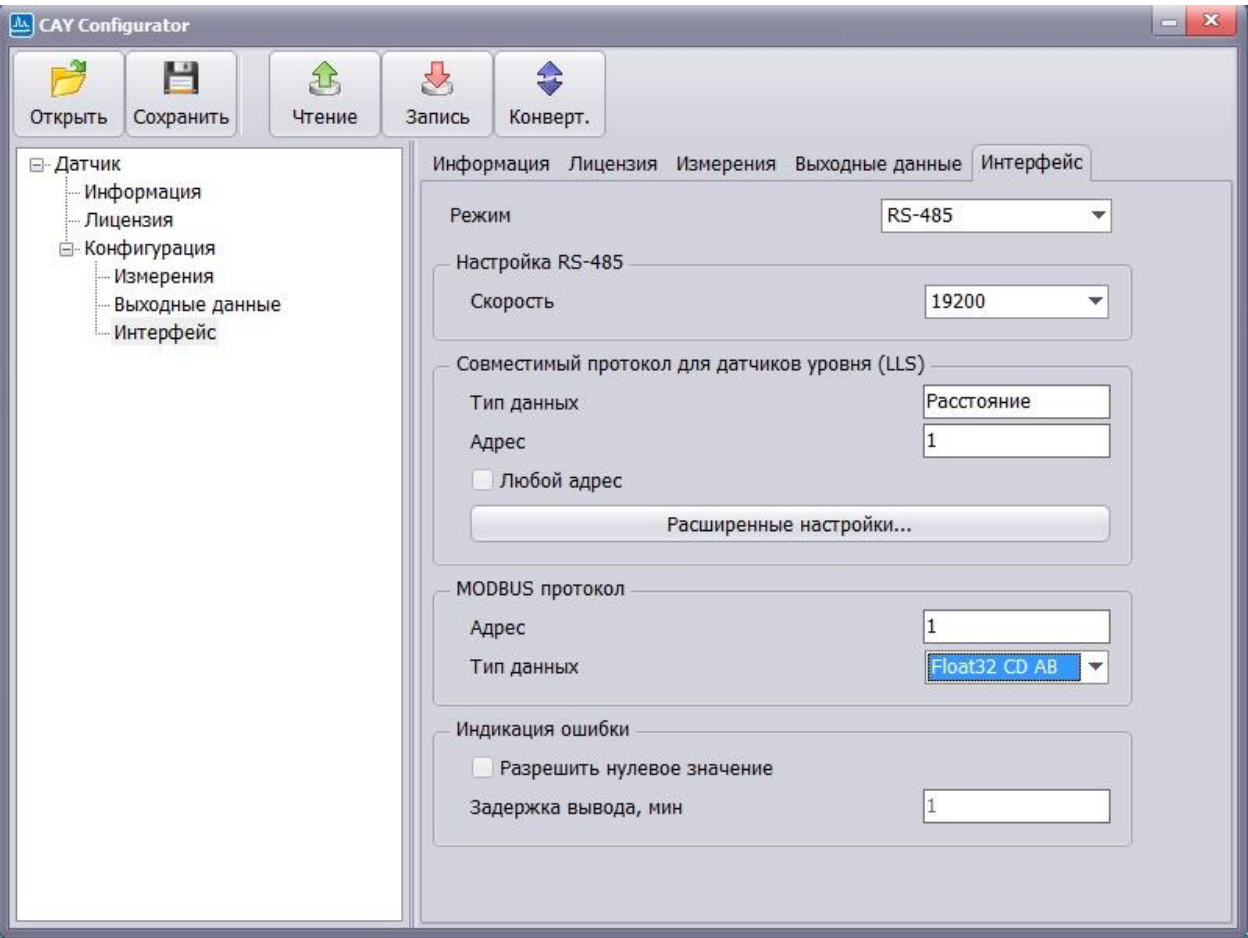

Рис. A2.9.
7. Вкладка “Интерфейс” (Рис. A2.9.)
7.1. Для режима интерфейса RS-485 задаются (Рис. A2.9.):